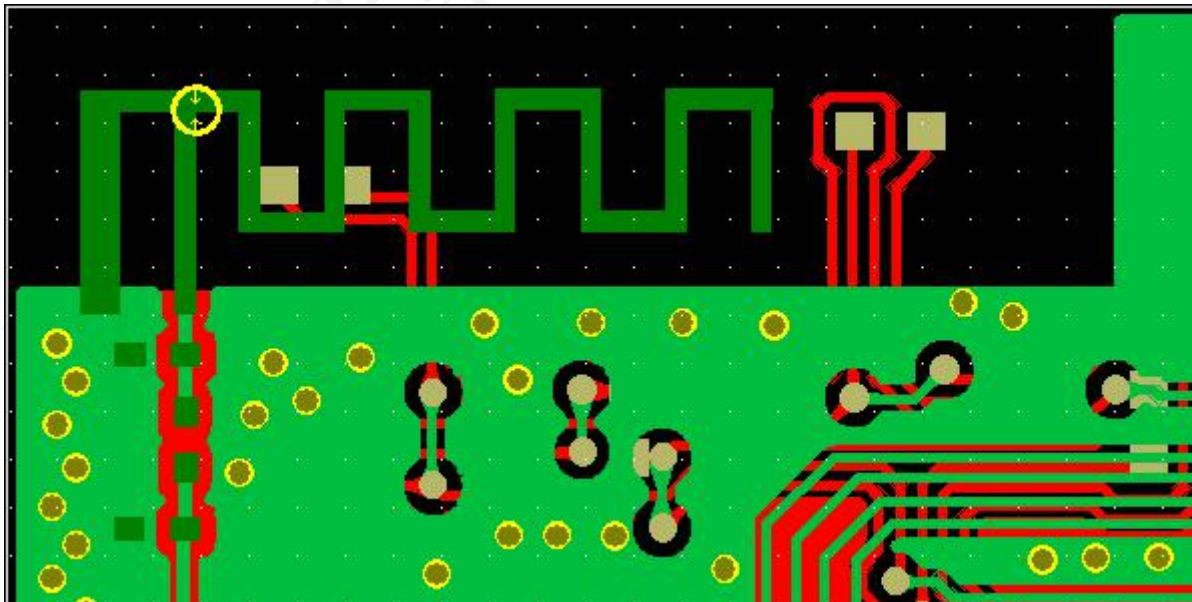

图 3-25 ANT 电路
7、蓝牙天线需要保证足够的 PCB 净空，要保证足够的 GND 敷铜（详见《低功耗蓝牙硬件设计》）。实际由于成本限制，往往无法确保理想的 PCB 净空，所以 Top Layer 的 LED 走线需要像图 3-25 那样，尽量与 ANT 走线垂直，缩小回路面积，增加 PCB 净空。